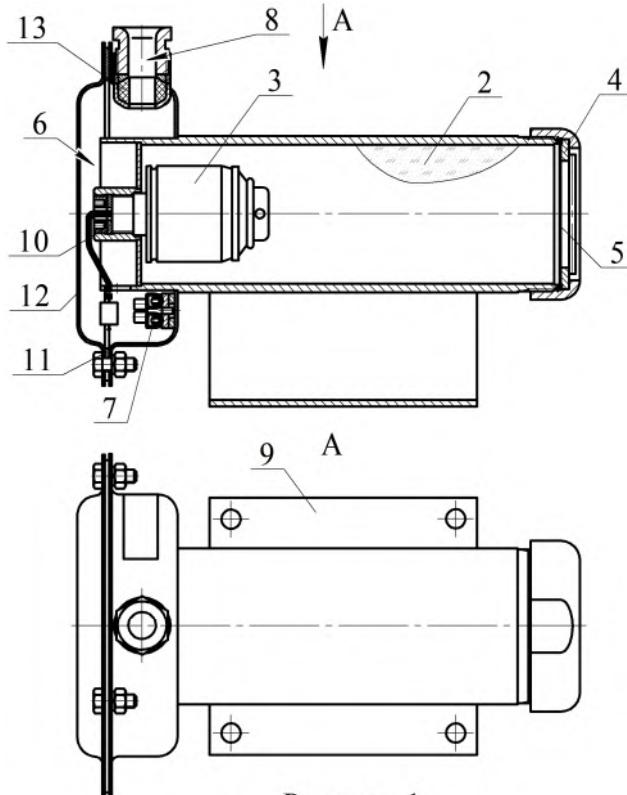

Рисунок 1
МПП (см. рисунок 1) состоит из корпуса **1**, в котором размещаются огнетушащий порошок (ОП) **2** и источник холодного газа (ИХГ) **3**. В передней части корпуса находится насадок-распылитель **4**, выходное отверстие которого перекрыто мембраной **5**. Соединительные провода элемента электропускового ИХГ выведены в коробку **6** через герметизированный узел в корпусе
2.1.3 Через резиновую прокладку 11 (см. рисунок 1) на корпус МПП установить крышку 12 и закрепить соединение гайками.